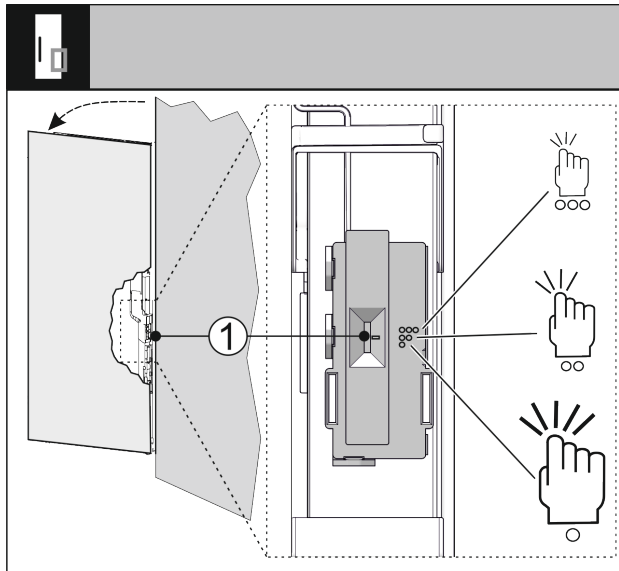

Fig. 71
Vous pouvez régler la sensibilité du capteur de frappe à l'aide d'un interrupteur Fig. 71 (1). L'interrupteur se situe du côté des charnières, dans le tiers inférieur de la porte.
► Pousser l'interrupteur Fig. 71 (1) dans la position souhaitée.